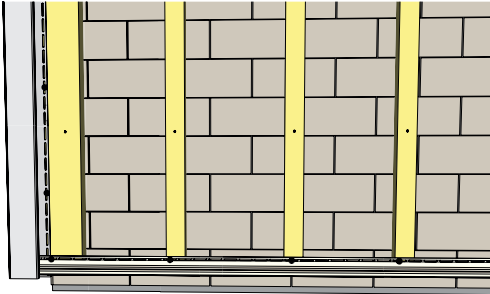
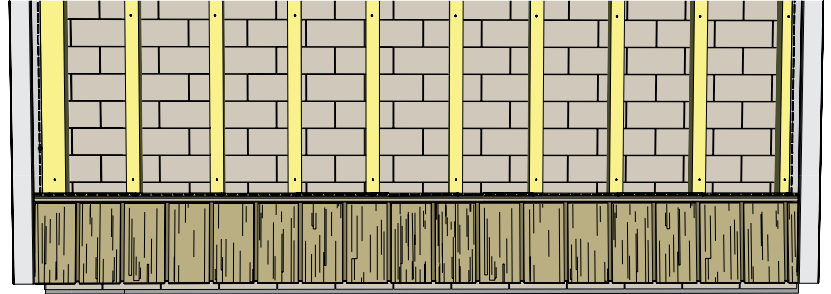

Рисунок 97
Рисунок 98
18.1 Смонтируйте стартовую планку (рис. 97) и установите первый ряд панелей (рис. 98).